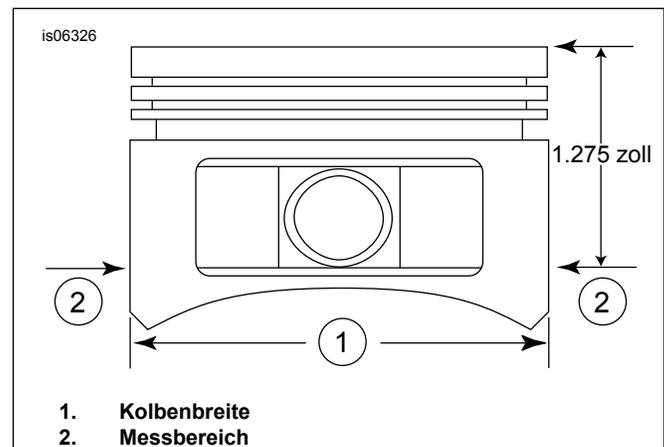

Abbildung 2. Kolbenmessungen
5. Abbildung 2 Die Kolbenbreite (1) 90 Grad horizontal von beiden Seiten des Kolbenbolzenlochs und 32 mm (1.275 in) unterhalb der Kolbenbodenfläche (2) messen. Die Passung zwischen Kolben und Zylinder an dieser Stelle aus Tabelle 11 ablesen.